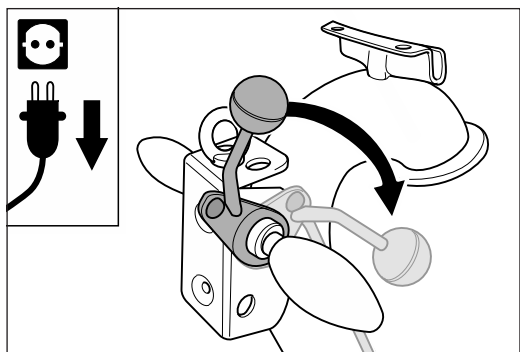

Abb. 33 Den Ablasshebel am Handgriff nach unten drücken.
- 1 Drücken Sie den Ablasshebel am Handgriff nach unten (Abb. 33).